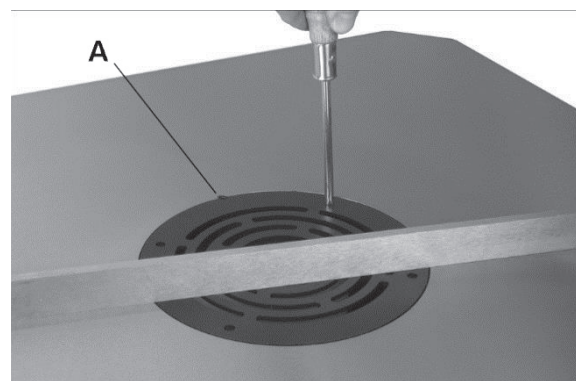

Figure 6 : montage de l'insertion de la table
1. Positionnez l'insertion sur la table afin que l'encoche soit attrapée par la goupille (A, Figure 6).